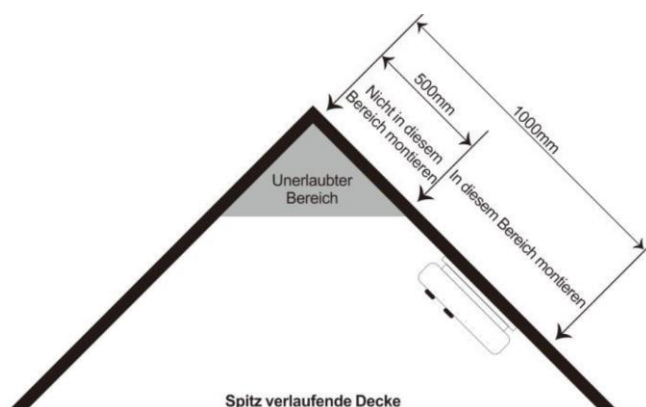

Bild 3
- An einer schrägen Decke oder einer schrägen Wand muss der Melder in einem Abstand von mindestens 50 cm vom höchsten Punkt des Raumes installiert werden (siehe Bild 3).